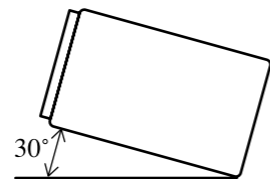

Fig. 9
- L'angle de l'installation, ne doit pas dépasser 30° par rapport à l'horizontale, faute de quoi l'unité ne fournira pas ses performances optimales. (Fig.9)